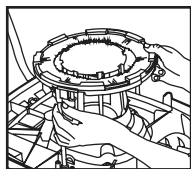

FIGURE 21
28. Aligner les onglets de la brosse avec l'ouverture du dispositif de verrouillage des tiges. Enclencher les onglets de la brosse dans le dispositif de verrouillage des tiges. La brosse est maintenant verrouillée. **FIGURE 21.**